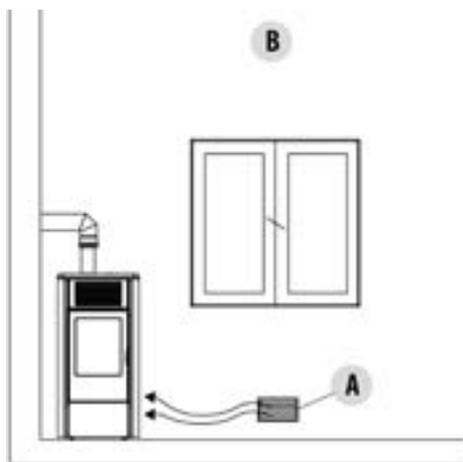
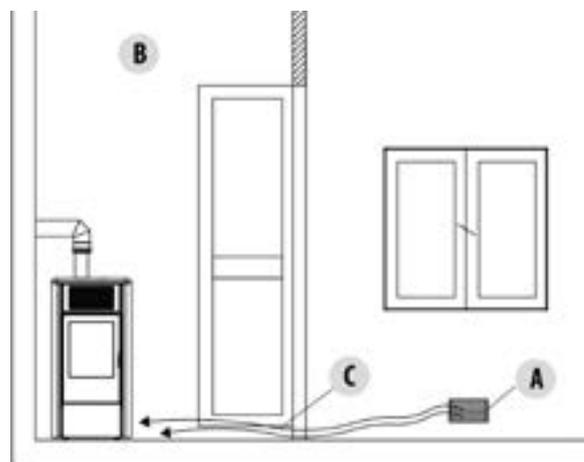

Fig. 10 - Solution 1 = directement de l'extérieur
Fig. 11 - Solution 2 = par voie indirecte, de la pièce adjacente
Il est obligatoire de prévoir une prise d'air extérieur adaptée, permettant l'apport de l'air comburant nécessaire au bon fonctionnement du produit. L'afflux de l'air entre l'extérieur et la pièce d'installation peut se faire par voie directe, par une ouverture dans un mur extérieur de la pièce (voir «Solution 1» **Fig. 10**) ; ou bien par voie indirecte, en prélevant de l'air de pièces contiguës et communiquant en permanence avec la pièce d'installation (voir «Solution 2» **Fig. 11**). Comme pièces contiguës, il faut exclure les chambres à coucher, salles de bain, garages et, en général, les pièces ayant un risque d'incendie. En phase d'installation, il est nécessaire de vérifier les distances minimums nécessaires pour réussir à prélever l'air de l'extérieur. Tenir compte de la présence de portes et de fenêtres qui pourraient interférer avec l'afflux correct de l'air au poêle (voir le schéma ci-dessous).
**LÉGENDE** Fig. 10 - Fig. 11